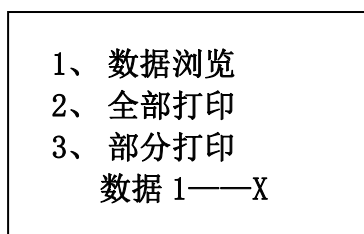

图 5
(5)数据浏览打印子菜单，如图 5；
选择“数据浏览”可以浏览内存中存放的所有的测试结果及测试时间，按下 UP 键或 DOWN 键进行翻页；按下返回键可返回图 5。